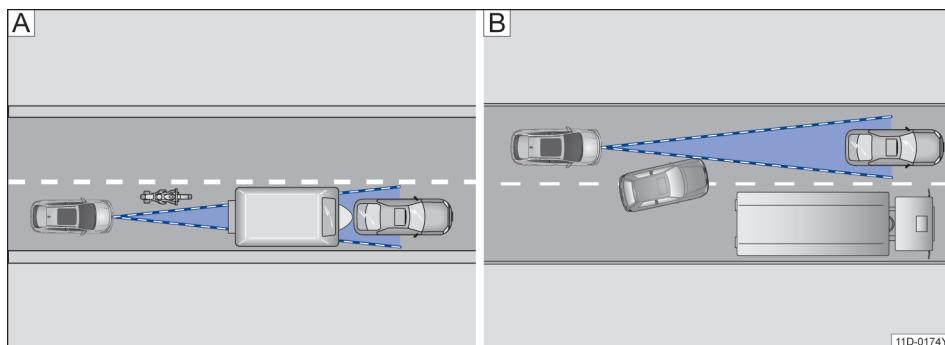

图 96 [A]. 窄弯中的车辆 [B]. 变换车道
- 不在传感器作用范围内、与本车辆相距较近行驶的机动车，如摩托车→图 96 A。
- 在本车前方近处切换到本车所在车道的车辆→图 96 B。